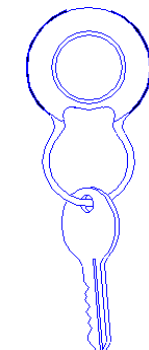

Fig. 3
3. Riportare la parte plastica nella posizione originale, facendo scorrere la chiave nell'anello (Fig. 3)
3. Bringen Sie den Kunststoffteil wieder in die Ausgangsstellung und lassen Sie den Schlüssel in den Ring gleiten (Abb. 3)
3. Volver a colocar la parte plástica en su posición original, haciendo que la llave se deslice en el anillo (Fig. 3)